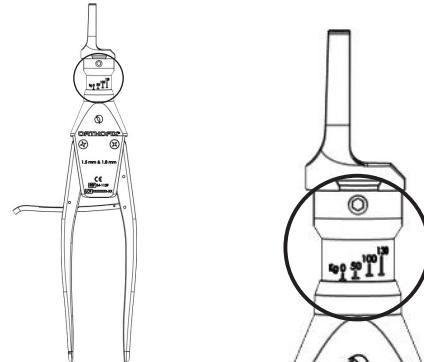

Figure 1
- 1) Le tendeur pour broche (54-1139) permet une mise sous tension des broches allant jusqu'à 130kg. La tension appliquée est indiquée sur la graduation (fig. 1).